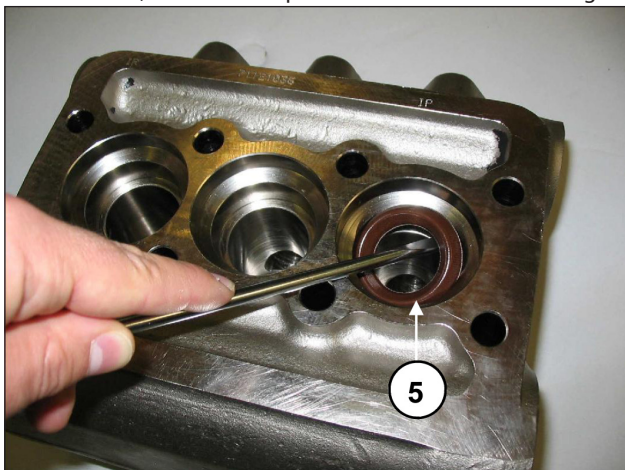

Abb. 21
C) Ziehen Sie mithilfe einfacher Werkzeuge die HD-Dichtungen vom Kopf ab und die ND-Dichtungen aus ihrer Halterung heraus (siehe Abb. 21, Pos. ⑤), und achten Sie darauf, nicht die entsprechenden Sitze zu beschädigen.